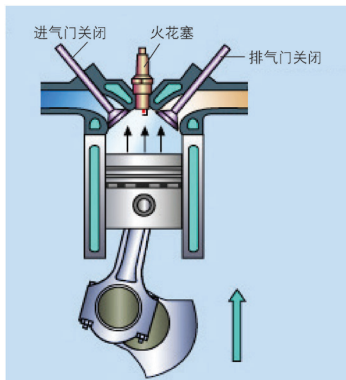

图 2-2 压缩行程
② 压缩行程。进气行程结束后,活塞在旋转曲轴的带动下,从下止点向上止点运动,如图 2-2 所示,这时进气门和排气门都关闭,气缸内成为封闭容积,进入气缸内的可燃混合气受到压缩,压力和温度不断升高,当活塞到达上止点时压缩行程结束。此时气体的压力和温度主要随压缩比的大小而定,气体压力约为 $0.6 \sim 1.2$  MPa,温度可达 $600 \sim 700$  K。